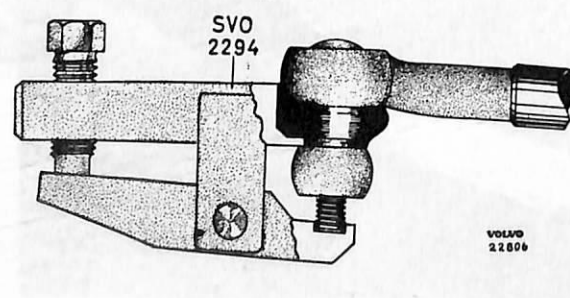

Bild 15. Demontering av kulle.
5. Tag bort saxpinne och mutter för styrstagets kulle. Skruva tillbaka spännskruven på verktyg SVO 2294 och placera verktyget på kulleden enligt bild 15. Tryck in verktyget ordentligt och se till att gängan på kulleden kommer in i försänkningen på verktyget. Skruva in spännskruven tills kulleden lossnar.